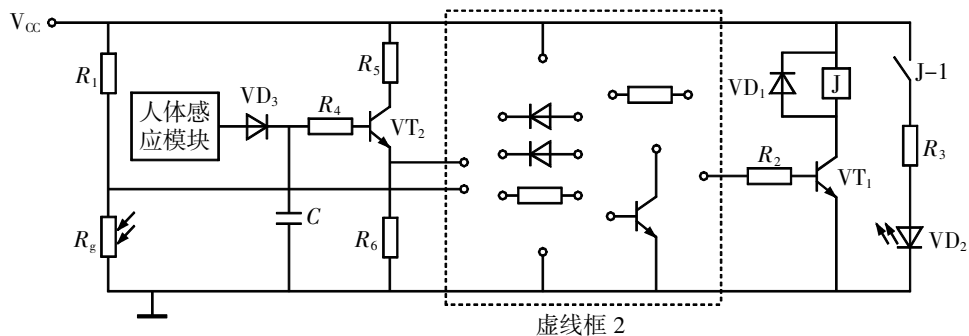

图 4
(4)小明想要用二极管和三极管代替门电路实现本题(2)中电路功能,请在图 4 虚线框 2 中用现有元器件将电路补充完整。